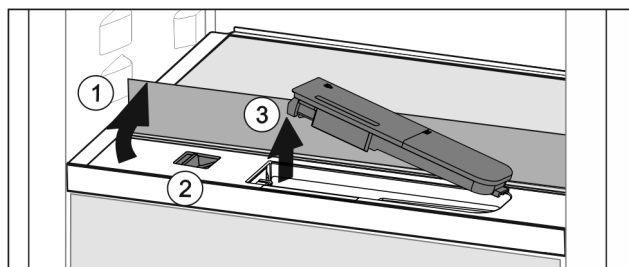

Fig. 56
- ▶ Поднять стеклянную панель и откинуть до упора назад Fig. 56 (1).
- ▶ Сдвиньте ползунок Fig. 56 (2) влево.
- ▶ Вынуть бак для воды Fig. 56 (3).